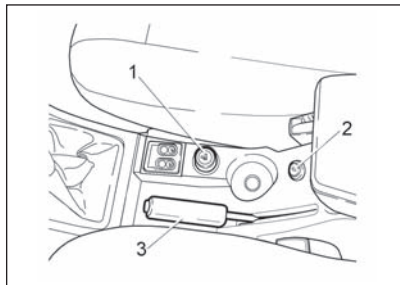
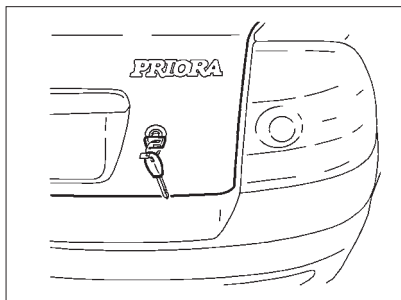

Рис. 30. Прикуриватель
Рис. 36. Открывание багажника
**Прикуриватель 1** (рис. 30, позиция 1) работает независимо от положения выключателя зажигания (т.е. и при выключенном зажигании). Воспользоваться прикуривателем можно нажатием на кнопку подвижной части (патрона) до ее фиксированного положения. Примерно через 20 секунд подвижная часть
Замок крышки багажника открывается кнопкой  на пульте дистанционного управления или поворотом по часовой стрелке ключа в замке (рис. 36), или из салона выключателем 2 (рис. 30). При открывании крышки багажник освещается плафоном, если включены габаритные огни.